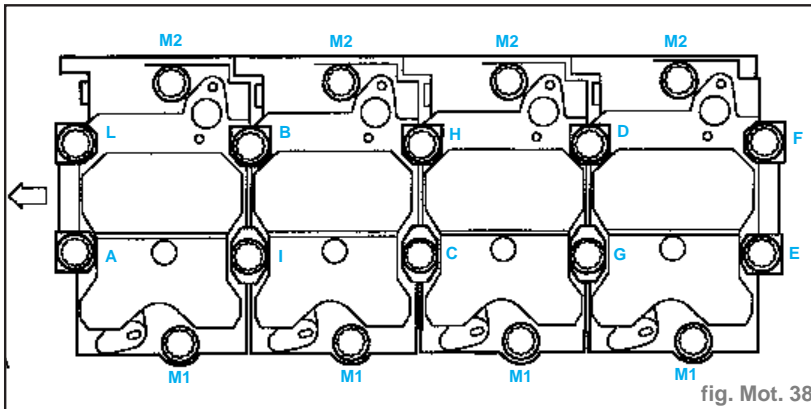

fig. Mot. 38
- Serrer les boulons de culasse dans l'ordre indiqué dans la méthode qui suit (fig. Mot. 38) :